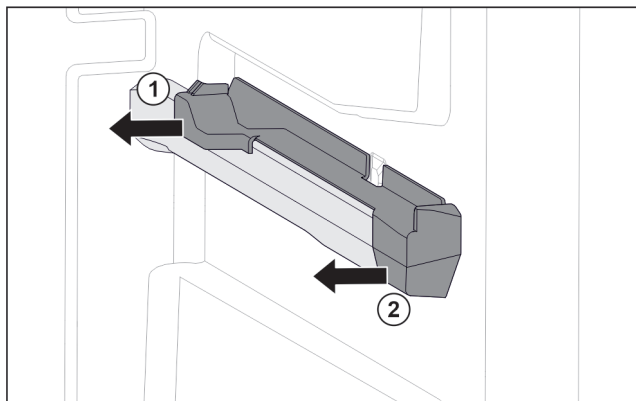

Fig. 153 Вставная часть на правом контейнерном ребре
- ▶ Отодвиньте вставную часть сзади в сторону. Fig. 153 (1)
- ▶ Отодвиньте вставную часть спереди в сторону. Fig. 153 (2)